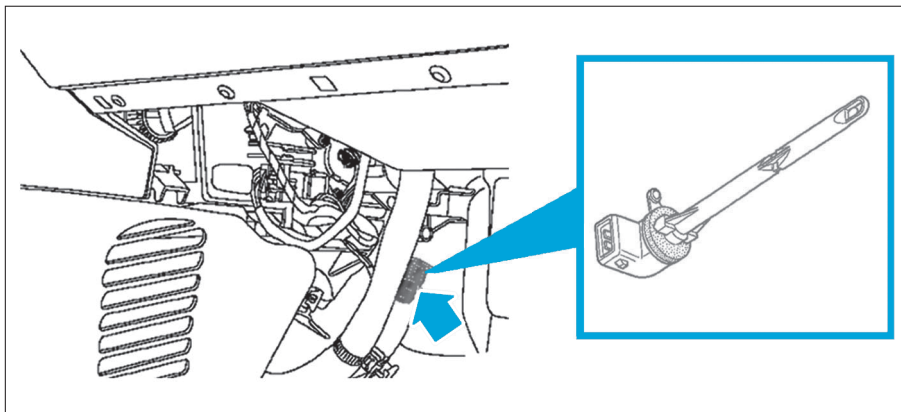

Fig. 20
- Dégrafer la connectique de la sonde (**Fig.20**).